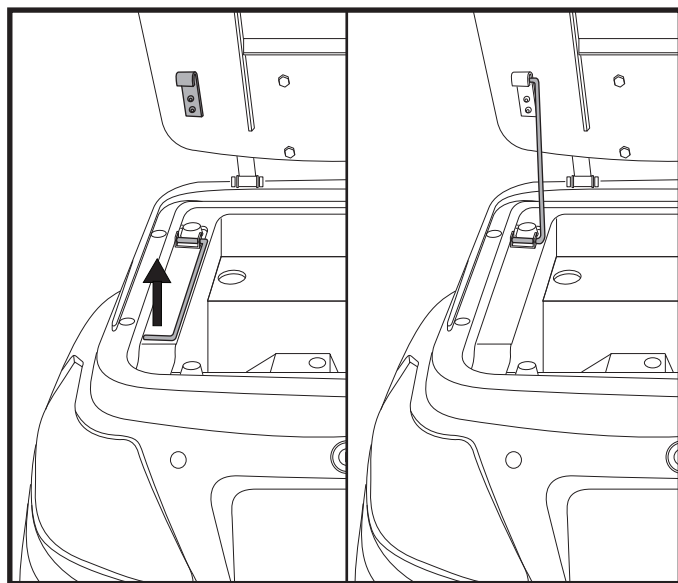

Figure 6. Tige de support du siège
4. Une fois que le siège est levé vers l'avant, engagez la tige de support du siège sur le côté gauche pour sécuriser le siège en place. **Voir la figure 6.**